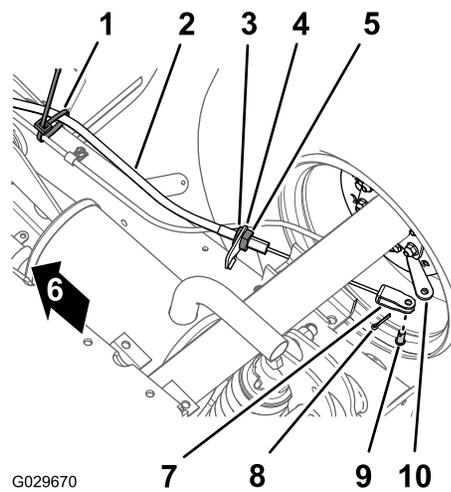

図 46
1. 機体の底部で、駐車ブレーキケーブルを常用ブレーキのラインに接続しているケーブルを外す 図 46。
2. 駐車ブレーキケーブルの前側ジャムナットの位置にマーキングする 図 46。
3. ケーブルについている後ジャムナットをゆるめて、ケーブルをブラケットから外す 図 46。
4. 駐車ブレーキケーブルのクレビスをブレーキ作動レバーに固定しているコッターピンとクレビスピンを外してケーブルをレバーから外す 図 46。
- 駐車ブレーキケーブルのねじ山付きアジャスタを、ブレーキケーブルのブラケットに導き、クレビスをブレーキ作動レバーへ導く 図 46。
- 駐車ブレーキケーブルのねじ山付きアジャスタを、ブレーキケーブルのブラケットにセットして後部ジャムナットを締める 図 46。